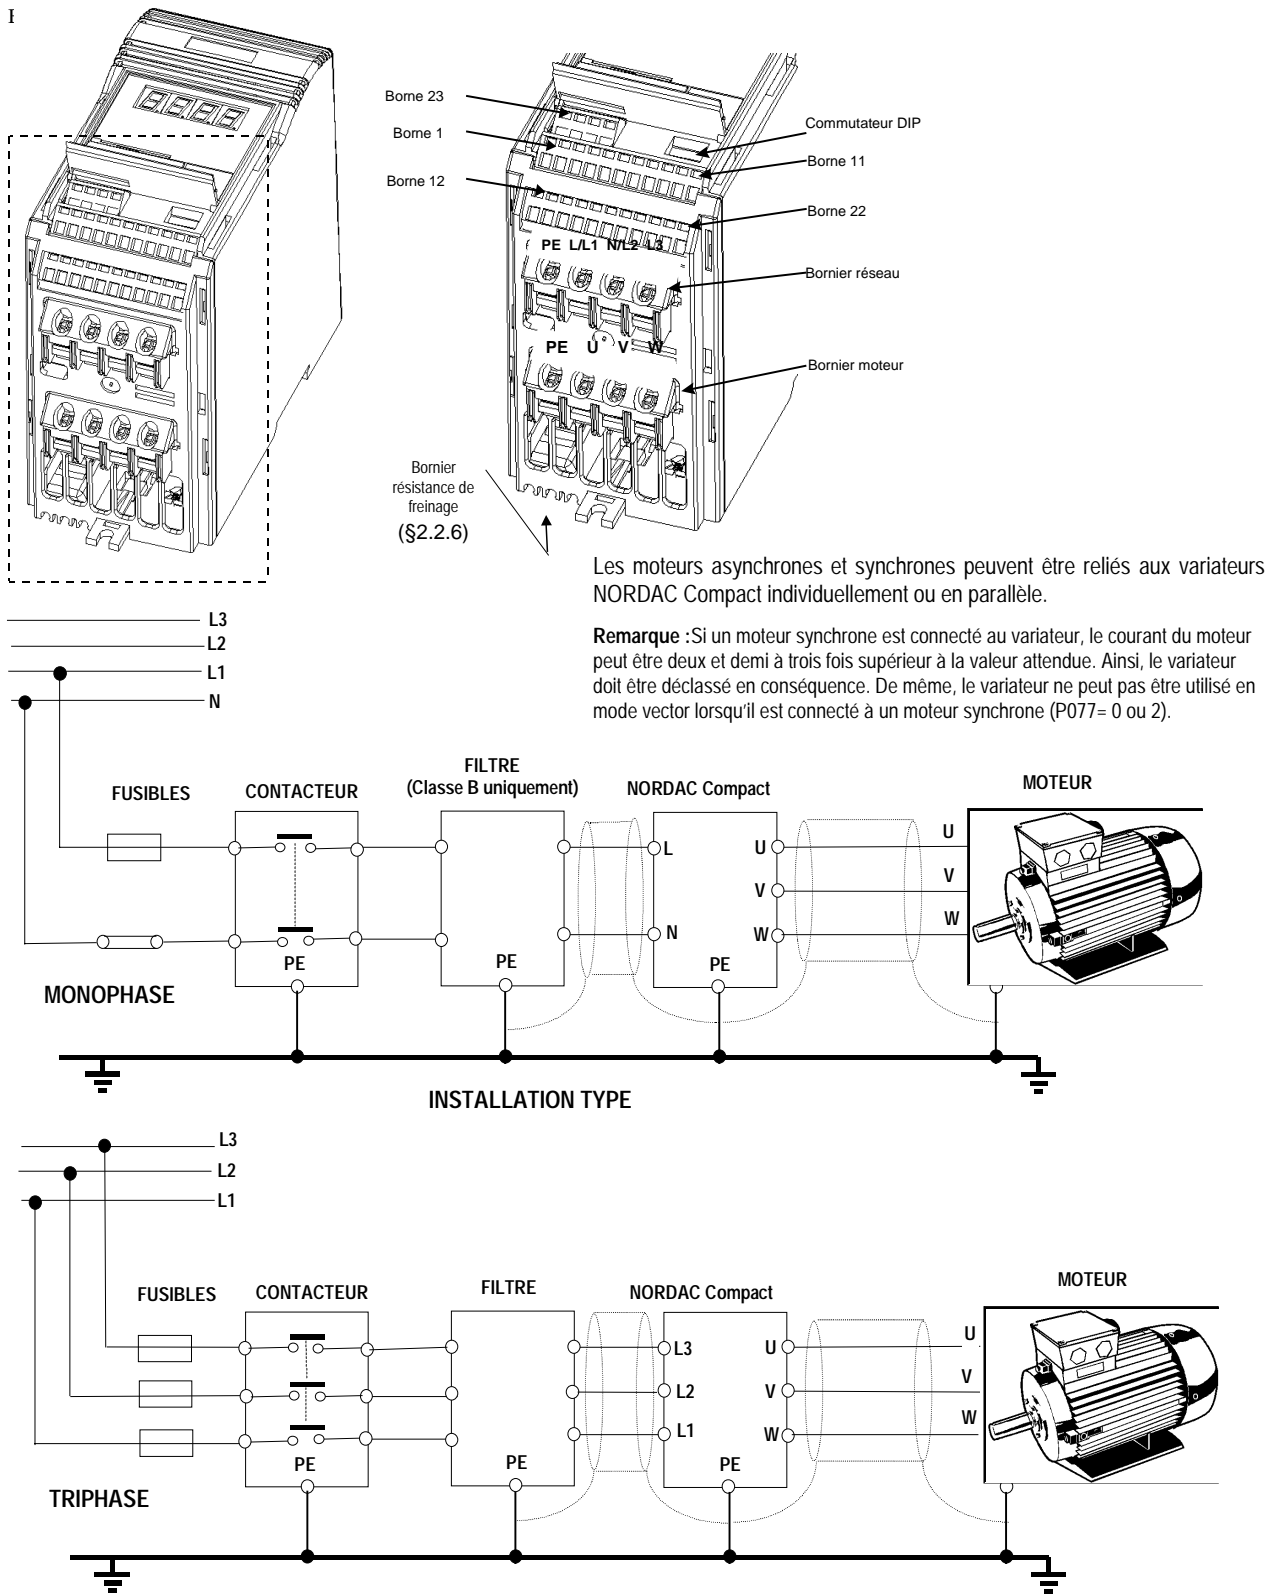
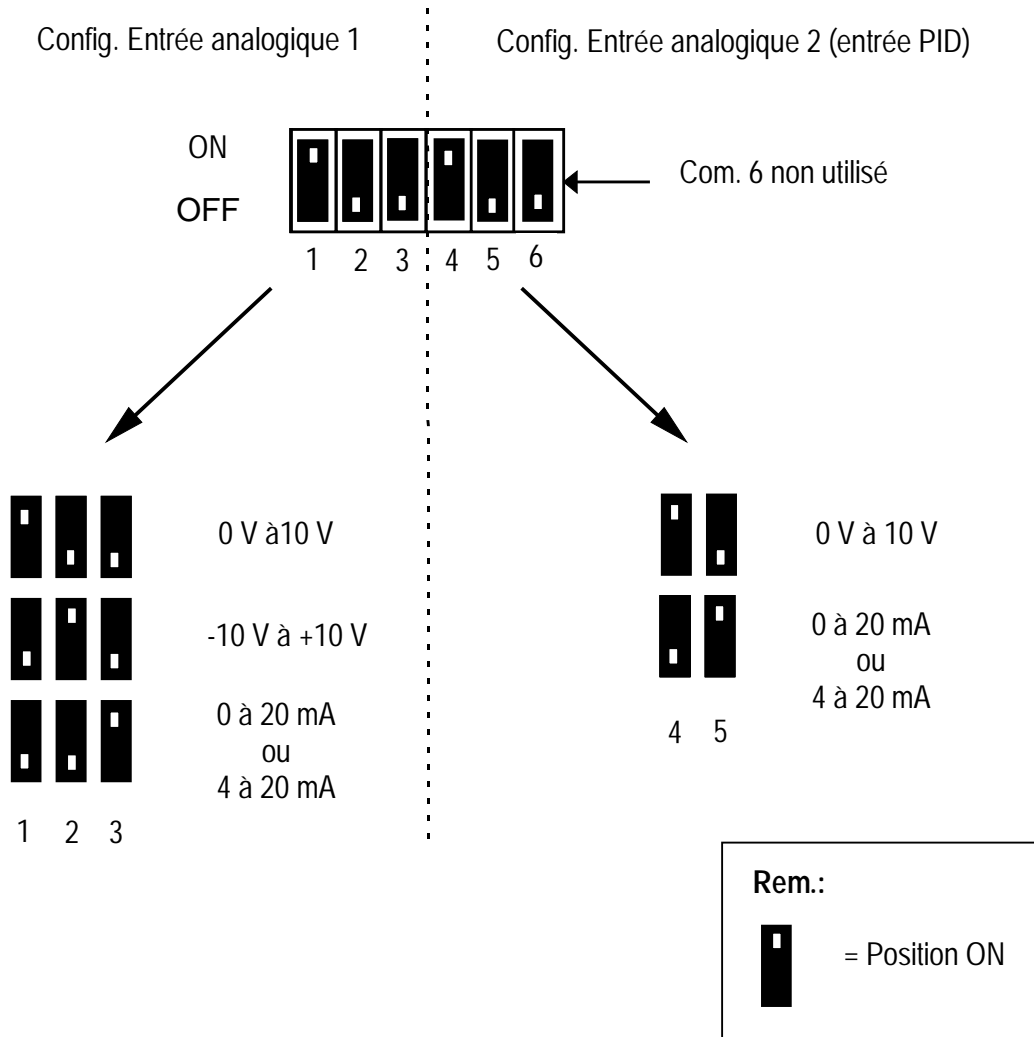
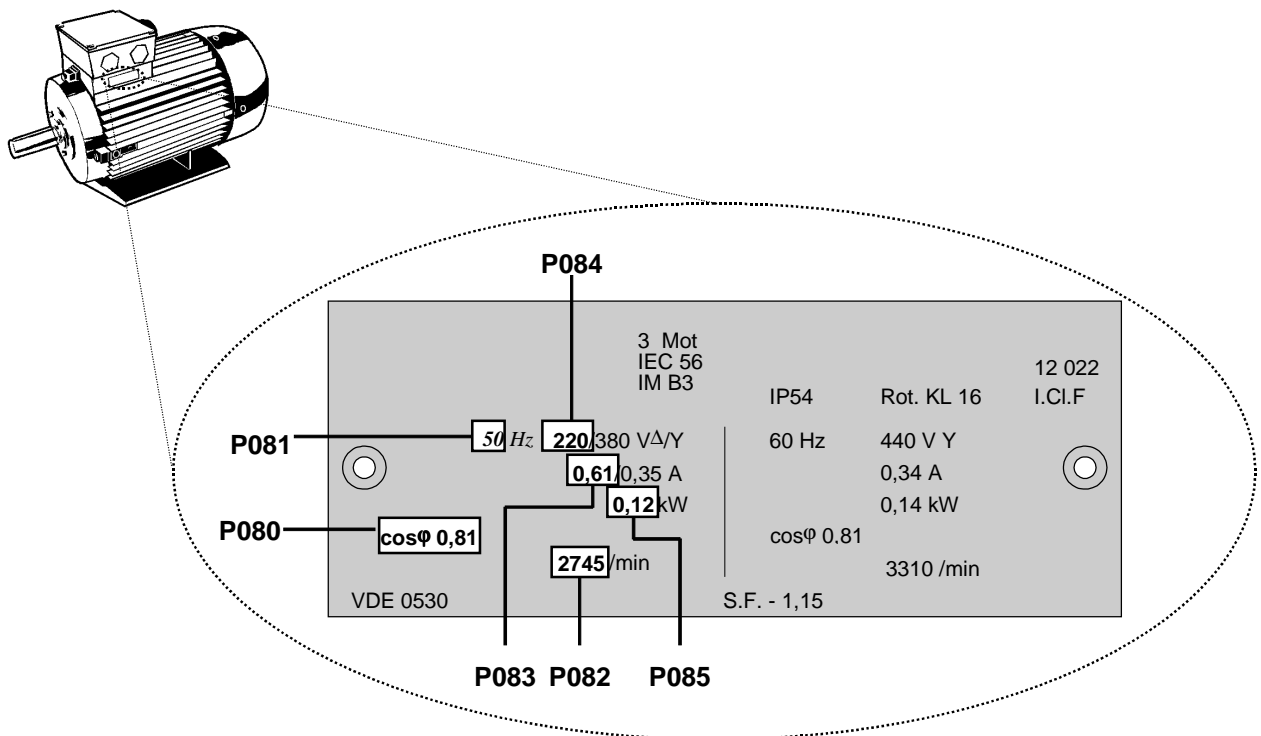

Figure 3: Branchement réseau - NORDAC Compact - Boîtier de type B
Figure 16. Commutateurs sélecteurs DIP
Figure 17: Exemple de plaque signalétique de moteur
Les connecteurs électriques sur le NORDAC Compact sont représentés à la figure 3.
2. Connectez l'alimentation directement aux bornes de raccordement au réseau L/L1 - N/L2 (1 phase) ou L/L1, N/L2, L3 (3 phases) et à la terre (PE), comme illustré à la Figure 3, à l'aide d'un câble à 3 âmes pour les unités monophasées et à 4 âmes pour les unités triphasées. Pour la coupe transversale de chaque âme, reportez-vous à la section 7.
3. Utilisez un câble à 4 âmes pour connecter le moteur. Le câble est connecté aux bornes de raccordement au moteur U, V, W et à la terre (PE) (illustré à la Figure 3).
La disposition du bornier pour les châssis de taille B est identique à celle utilisée pour les châssis de taille A (voir Figure 3).
Reportez-vous aux Figures 3, 4, 4A et 4B et procédez de la manière suivante:
12. Connectez les câbles d'alimentation aux bornes d'alimentation L/L1 - N/L2 (1 phase) ou L/L1, N/L2, L3 (3 phases) et à la terre (PE) (*illustré à la Figure 3*) et vissez les vis.
13. Branchez les câbles de moteur aux bornes du moteur U, V, W et à la terre (PE) (*illustré à la Figure 3*) et vissez les vis.
La disposition du bornier pour les châssis de taille C est identique à celle utilisée pour les châssis de taille A (voir Figure 3).
Reportez-vous aux Figures 3 et 5 et procédez de la manière suivante:
8. Connectez les câbles d'alimentation aux bornes d'alimentation L/L1 - N/L2 (1 phase) ou L/L1, N/L2, L3 (3 phases) et à la terre (PE) (illustré à la Figure 3) et vissez les vis.
9. Branchez les câbles de moteur aux bornes du moteur U, V, W et à la terre (PE) (illustré à la Figure 3) et vissez les vis.
Les commutateurs DIP effectuent un choix entre les entrées analogiques pour la tension (V) et le courant (I) ainsi qu'entre un signal de tension et un signal de courant de retour PID (voir Figure 16: Commutateurs DIP). Ces commutateurs ne sont accessibles que lorsque le rabat du panneau avant est soulevé (voir Figure 3).
Les cinq commutateurs sélecteurs DIP doivent être réglés en accord avec P023 ou P323 selon le fonctionnement du variateur. La Figure 16 ci-dessous illustre les réglages des commutateurs pour les différents modes d'utilisation.
- (1) Le variateur ne comporte pas d'interrupteur secteur; il est par conséquent sous tension dès qu'il est relié au réseau. Il attend, sortie désactivée, l'actionnement du bouton MARCHE ou un signal numérique MARCHE sur la borne 5 (marche à droite) ou sur la borne 6 (marche à gauche) - voir paramètres P051 à P055 et P356.
- (2) Lorsque la fréquence de sortie est sélectionnée pour l'affichage (P001 = 0), la consigne correspondante est affichée toutes les 1,5 secondes environ lorsque le variateur est à l'arrêt.
- (3) Le variateur est programmé en usine pour les applications standard avec moteurs standard Siemens quatre pôles. En cas d'utilisation d'autres moteurs, il est nécessaire d'entrer les caractéristiques de la plaque signalétique du moteur dans les paramètres P080 à P085 (voir figure 17). **Remarquez que l'accès à ces paramètres est uniquement possible lorsque P009 est réglé sur 002 ou 003.**
- (1) Branchez un simple interrupteur entre les bornes de commande 5 et 9. Cela règle le variateur sur une rotation dans le sens des aiguilles d'une montre de l'arbre moteur (valeur par défaut).
- (2) Fixez tous les couvercles sur l'unité et alimentez le variateur. Réglez le paramètre P009 sur 002 ou 003 pour permettre de régler tous les paramètres.
- (3) Réglez le paramètre P006 sur 000 pour spécifier la valeur de consigne numérique.
- (4) Réglez le paramètre P007 sur 000 pour spécifier une entrée TOR (c.-à-d. DIN1, borne 5 dans ce cas) et activez les commandes en face avant.
- (5) Réglez le paramètre P005 sur la consigne de fréquence souhaitée.
- (6) Réglez les paramètres P080 à P085 sur les valeurs de la plaque signalétique du moteur (*voir figure 17*).
- (3) Réglez les commutateurs sélecteurs DIP 1, 2 et 3 de la Configuration entrée analogique 1 sur entrée tension (V). (Voir Figure 16, Section 3.1.2).
- (4) Fixez tous les couvercles sur l'unité et alimentez le variateur. Réglez le paramètre P009 sur 002 ou 003 pour permettre de régler tous les paramètres.
- (5) Réglez le paramètre P006 sur 001 pour spécifier la valeur de consigne analogique.
- (6) Réglez le paramètre P007 sur 000 pour spécifier l'entrée numérique (c.-à-d. DIN1, borne 5 dans ce cas) et désactivez les commandes en face avant.
- (7) Réglez les paramètres P021 et P022 pour spécifier les valeurs minimum et maximum de la fréquence de sortie.
- (8) Réglez les paramètres P080 à P085 sur les valeurs de la plaque signalétique du moteur (*voir figure 17*).